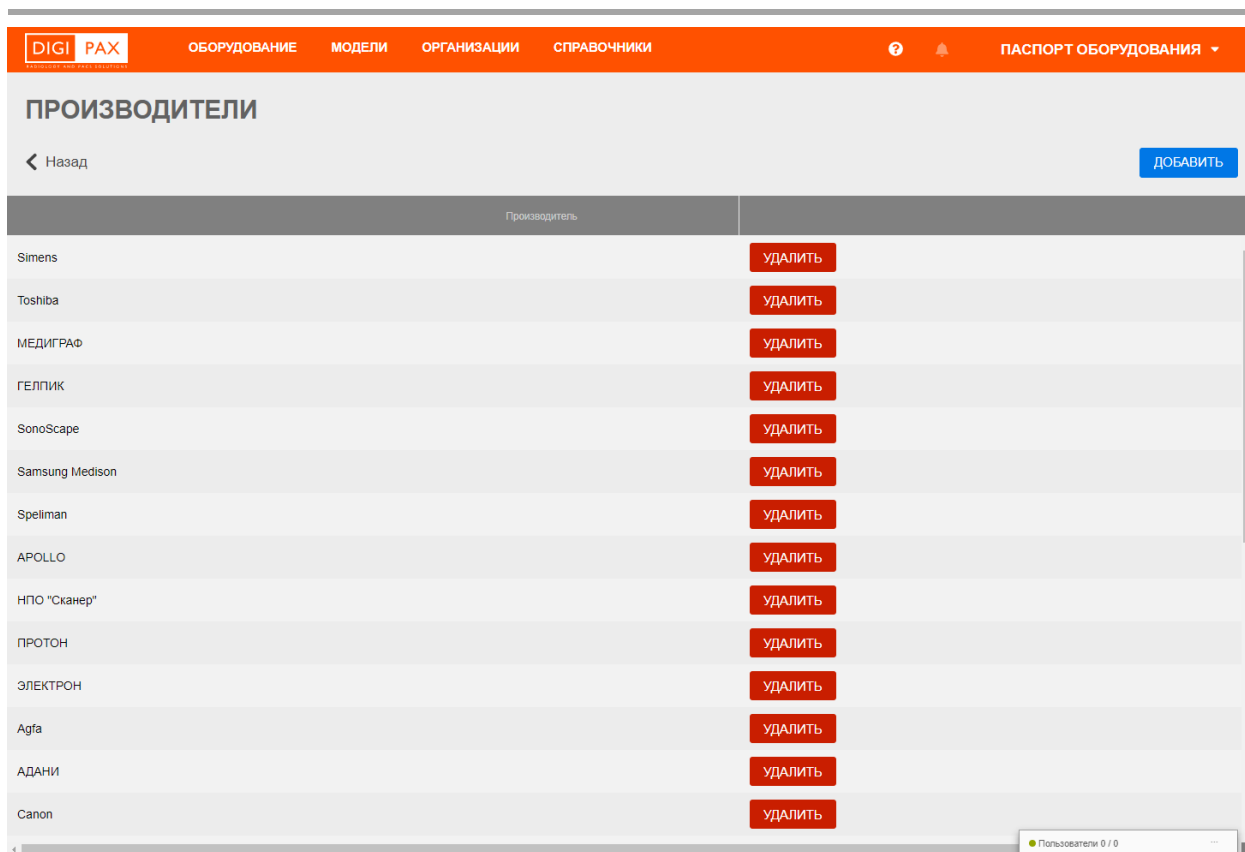

Рисунок 34 – Страница со списком записей справочника
- выбрать необходимый справочник двойным нажатием. Откроется окно просмотра справочника со списком записей (рисунок 34).
- выбрать вкладку «СПРАВОЧНИКИ» и выбрать необходимый справочник из журнала. На странице записей справочника напротив каждой записи будет размещена кнопка «Удалить» (рисунок 34);